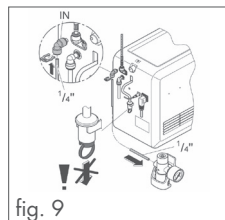

fig. 9
- **Ne pas actionner la vanne au dos du refroidisseur/appareil à eau gazeuse, sous peine d'évacuer du CO₂**, voir fig. 9. La vanne sert uniquement lors du nettoyage du refroidisseur/appareil à eau gazeuse.